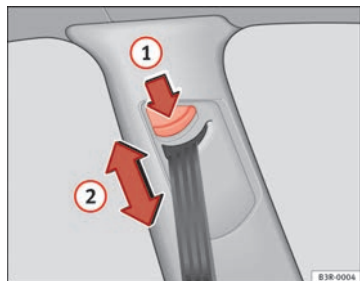

Fig. 16 Ajuste de la altura del cinturón (dispositivo-guía)
- Pulse la tecla ⇒ fig. 16 ① para ajustar la altura del cinturón.
- Desplace el dispositivo-guía hacia arriba o hacia abajo, de modo que la banda del hombro se deslice aproximadamente por el centro del mismo, pero **en ningún caso sobre el cuello** ⇒ fig. 16 ② ⇒ ⚠ en Colocación de la banda del cinturón de la página 26.